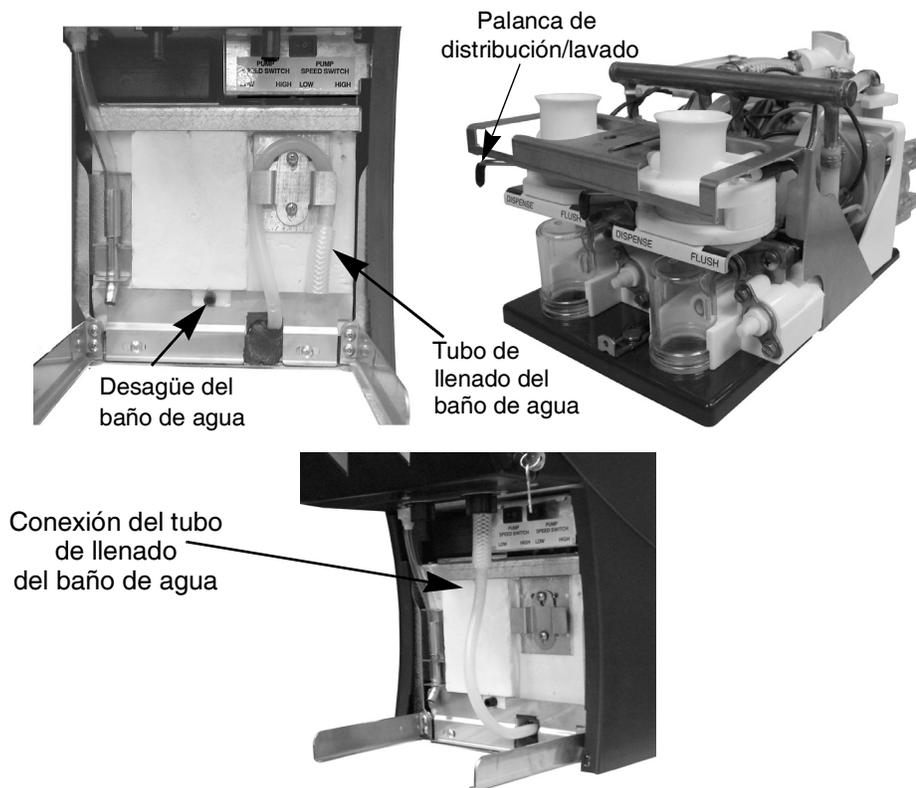

Figura 6. Baño de agua y palanca de distribución/lavado
2. Abra la puerta y verifique que la palanca de lavado/distribución esté en modo de distribución (consulte la Figura 6). El baño de hielo siempre debe llenarse en modo de distribución.